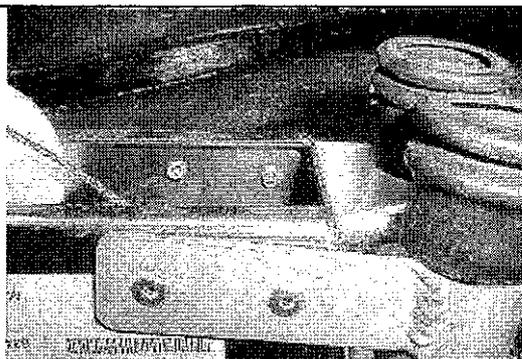

Fig. 2
- 6c. Rimuovere i rivetti (2 per parte, vedi fig.2) che fissano i condotti di ventilazione del pannello strumenti alla struttura della pedaliera.
- 6c. *Remove the rivets (2 on each side, see fig. 2) that secure the two instrument panel cooling ducts to the front pedal assy.*
- 10f. Riposizionare i tubi di ventilazione del pannello strumenti. Allineare i fori sulle alette con i fori della pedaliera e rivettarli alla struttura di pedaliera (fig. 2).
- 10f. Install the instrument panel cooling ducts and replace the rivets that fasten them to the front pedal assy (fig. 2).*